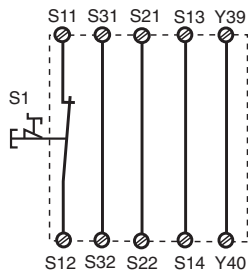
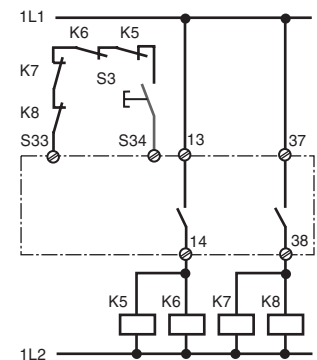

Fig. 2: Circuito de entrada monocal, automát. rearme/Circuito di entrata monocale, start automat./Eenkanalig ingangscircuit, automatische start
Fig. 10: como la Fig. 9 con rearme supervisado/come fig. 9 con start controllato/ Zoals fig. 9 met bewaakte start
En las fig. 2... a fig. 10 se presentan ejemplos de conexiones posibles; paro de emergencia. Los cortocircuitos a través del paro de emergencia también son detectados.
- Fig. 2 y 7: S33-S34 **no** conectado
In fig. 2 ... fig. 10 sono riportati degli esempi di collegamento per il cablaggio di arresto d'emergenza con start automatico e manuale, per il comando delle porte di sicurezza, nonché per la moltiplicazione dei contatti mediante relè esterni.
- Fig. 2 e 7: **nessun** collegamento S33-S34
In fig. 2 ... 10 worden aansluitvoorbeelden gegeven van noodstop-schakelingen met automatische en bewaakte start, hekbewakingen en contactvermeerdering d.m.v. externe magneetschakelaars.
- Fig. 2 en 7: **geen** verbinding S33-S34